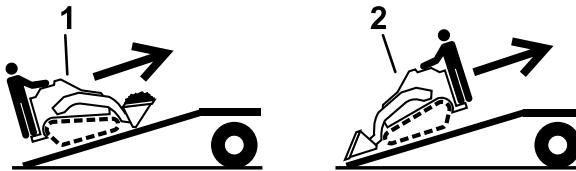

Bild 28
5. Fahren Sie beim Verladen auf den Anhänger mit dem schweren Ende der Maschine auf die Rampe und befördern Sie Lasten niedrig (Bild 28).